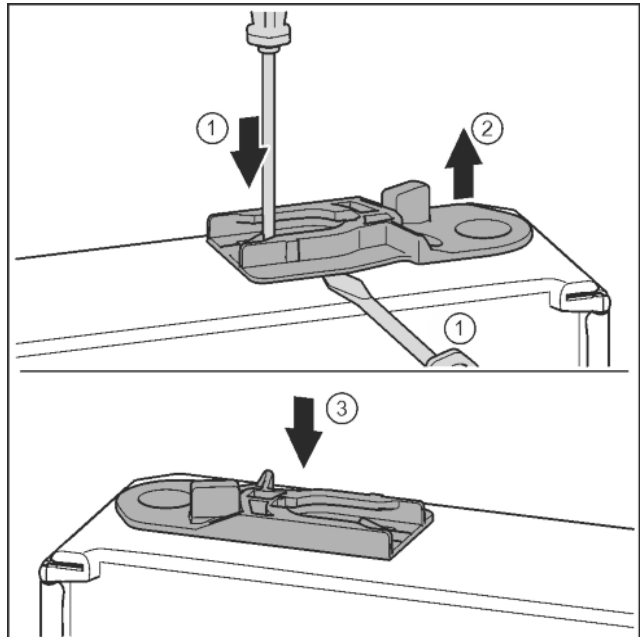

Fig. 29
- ▶ Führungsbuchse herausziehen: Lasche mit Schlitzschraubendreher drücken und gleichzeitig mit Schlitzschraubendreher unter Führungsbuchse fahren. *Fig. 29 (1, 2)*
- ▶ Im Lieferumfang beiliegende Führungsbuchse auf anderer Gehäuseseite einschieben. *Fig. 29 (3)*